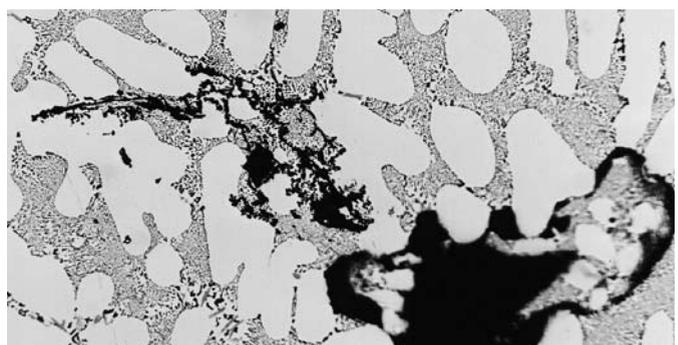

Abb. 5: Reaktionsblase mit Oxidhautnest
5. Nicht für Aluminiumschmelze geeignete feuerfeste Auskleidungen der Öfen reagieren mit der Schmelze. Die Reaktionsprodukte verunreinigen die Schmelze (Abb. 5); es kommt zum Verzerren des Ofenfutters. Bei der Wahl der Feuerfestmassen ist das amphotere Verhalten des Aluminiums zu berücksichtigen. Hier haben sich Materialien mit einem  $\text{Al}_2\text{O}_3$ -Gehalt von über 85% bewährt. Speziell für den Kontakt mit AlMgSi-Schmelzen sind außerdem besonders dichte Feuerfestmassen zu bevorzugen, da dann kaum eine Infiltration stattfindet.